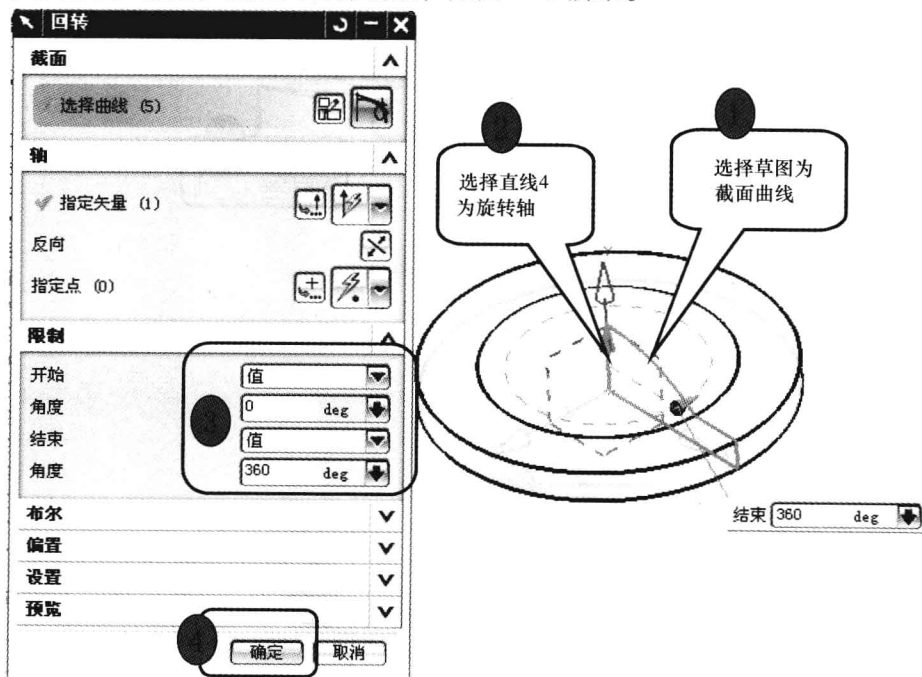

图 1-13 “回转体”创建
(1) 选择菜单中的【插入】→【设计特征】→【回转】命令，或在【成形特征】工具条选择【回转体】图标 ，出现【回转】对话框。在图形中选择上一步的草图曲线，选择【直线 4】为旋转轴，在限制栏中输入起始角度为【0】，终止角度为【360】，其余选项默认，单击【确定】按钮，完成回转体创建，如图 1-13 所示。